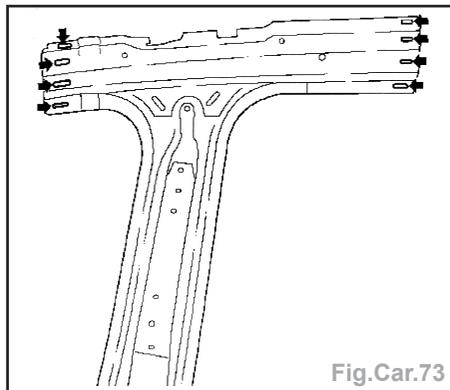

Fig.Car.73
- Préparer le montant B intérieur (pièce neuve) (Fig.Car.73) :